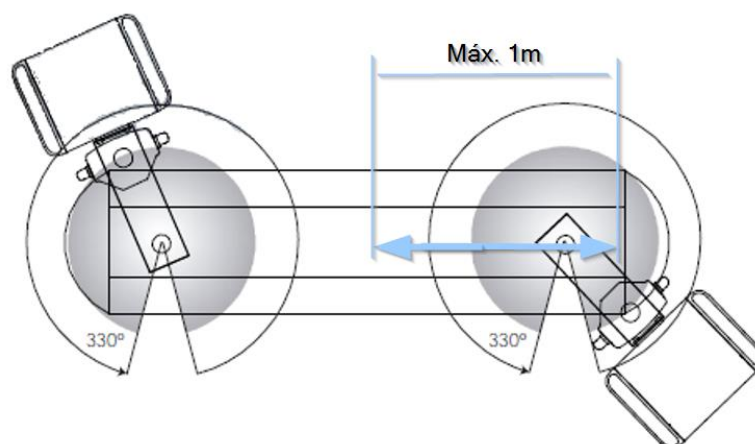

Fig. 23 Afstelling van de eindschakelaars voor de verplaatsing. Maximale slag
Het systeem wordt standaard geleverd met de 2 aanslagen ② en de bevestigingsschroef ① voorgemonteerd, zoals weergegeven in afbeelding 23 van punt 6.8.1.